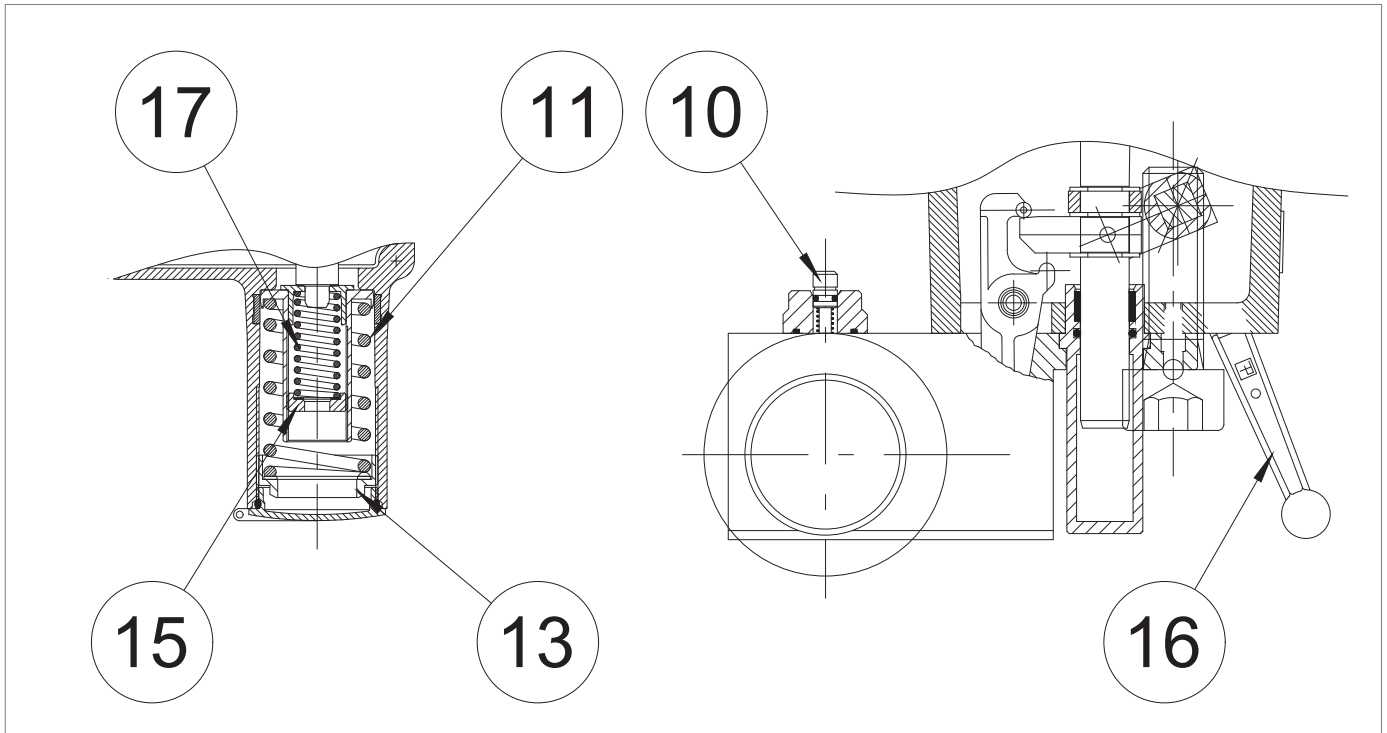

Fig. 8.34. Calibración de los presostatos mod. 100
| 2    | <p>Compruebe que la válvula de bloqueo incorporada esté en posición cerrada.</p> <div>  ¡ATENCIÓN! </div> <p>Si la válvula de bloqueo incorporada está en posición abierta, ciérrela mediante el botón manual (Fig. 8.34, ref. 10).</p>                                                                                                                                                                                                                                                                                                                                                                                                                                                                                                                                                                                                                                                                                                                                                                                                                     |